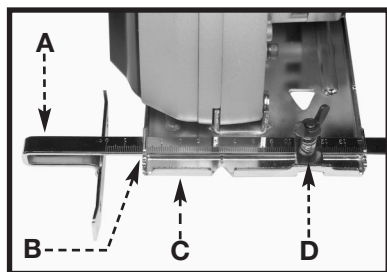

Fig. 12
El uso de la guía de corte (A) Fig. 12 permitirá realizar cortes más precisos que al cortar a pulso.
Para realizar la instalación, introduzca la guía de corte (A) Fig. 12 en la ranura de montaje (B) ubicada en la parte delantera de la placa-base (C). Seleccione la anchura de corte deseada en la guía de corte y apriete la tuerca de mariposa (D) para bloquear la guía.